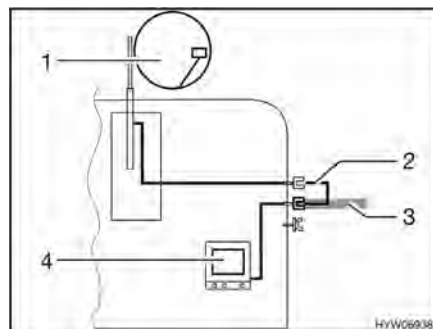

Bild 110 TV i fordonet
- TV i fordonet (Bild 110,4): Anslutning till takantenn (Bild 110,1) med anslutningskabel (Bild 110,2)
- TV i fordonet (Bild 110,4): Anslutning till extern antenn (Bild 110,3)